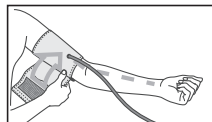

Рис.8
2. Увийте маншона около ръката си така, че долният край на маншона да е на разстояние 2-3 см от лакътя. Въздушният маркуч трябва да е насочен в посока към дланта (рис.8).